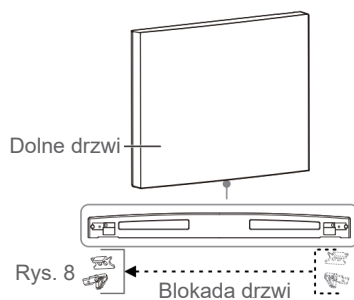

Rys. 6
6. Z zawiasu dolnego wykręć śrubę zawiasu i zdejmij sworzeń zawiasu po uprzednim zdjęciu jego podkładki i nakrętki (→ Rys. 6).